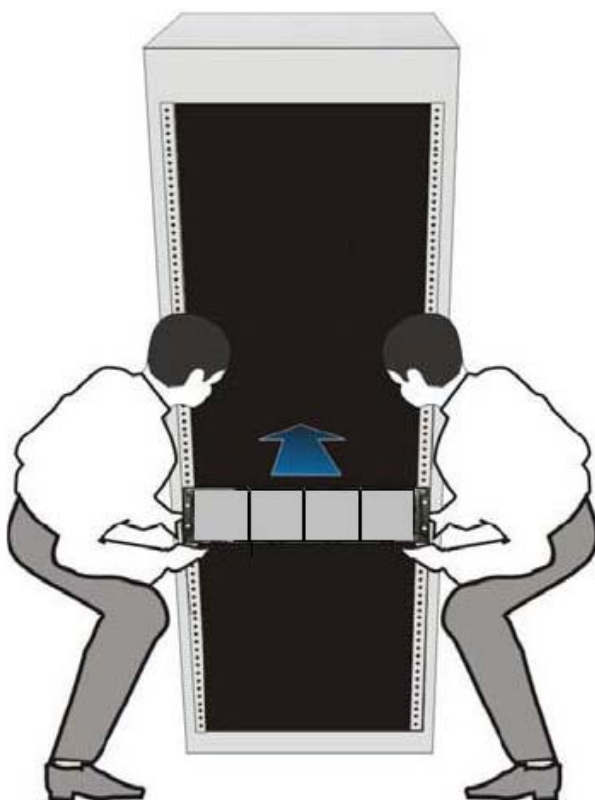

图 4-4
- 2、保持存储系统水平，将存储系统前端放置在 L 型导轨上（此时前端的人员仍须用力托住，保证安全），平稳地推入机柜，推入大约 1/3 后，可以减少为两人，最后将机器完全推入机柜中，如图 4-4 所示。